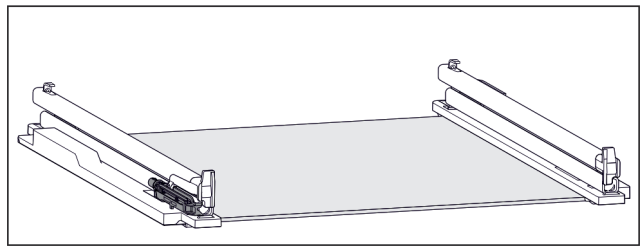

Fig. 109 Unidad de amortiguación
- La unidad de amortiguación está fijada en la guía izquierda. (consulte Fig. 109) En la guía derecha no hay fijada ninguna unidad de amortiguación.